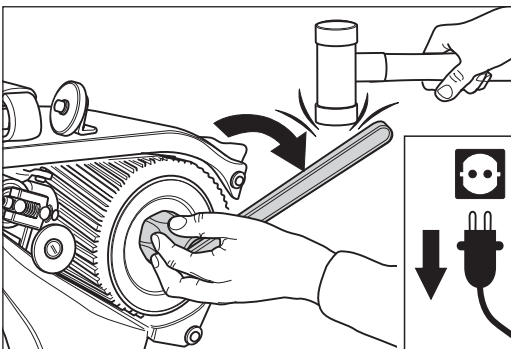

Abb. 88 Die Walzenmutter im Uhrzeigersinn lösen (Linksgewinde), gegebenenfalls mit einem gedämpften Schlag. **Niemals einen Stahlhammer benutzen!**
- 7 Stecken Sie den Walzenschlüssel (siehe Werkzeugtasche) auf die Mutter an der Schleifwalze. Drehen Sie die Mutter **im Uhrzeigersinn (Linksgewinde)** von der Schleifwelle (Abb. 88)!